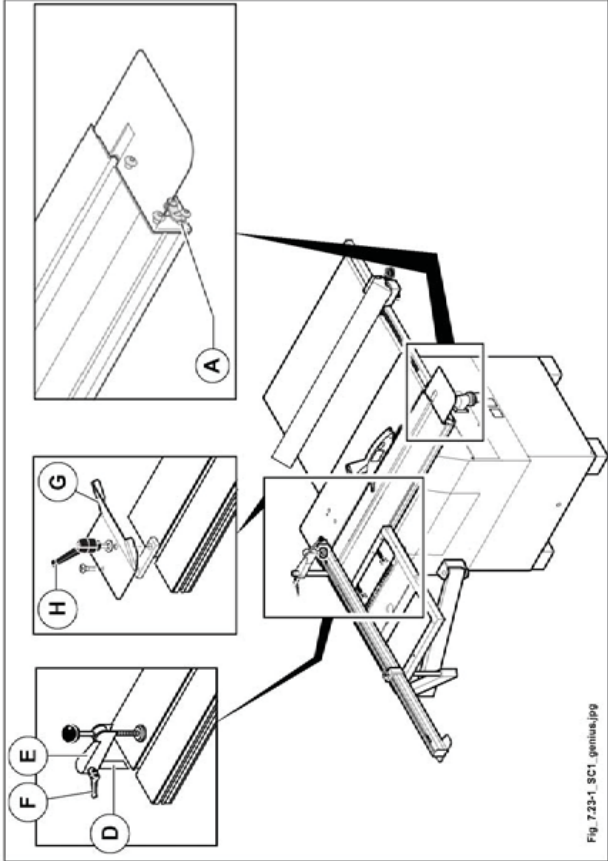

Abb. 7.23-1
Hebel (A Abb. 7.23-1) dient zum Blockieren / Lösen des Schiebetisches:
- der Hebel (A Abb. 7.23-1) dient zum Blockieren des Waggons in der Ruheposition (Waggon geschlossen).
- stielstele des Bolzens (D Abb. 7.23-1) in die Nute des Schiebetisches einsetzen, Arm (E Abb. 7.23-1) an den Bolzen einbauen, Griff (F Abb. 7.23-1) festklemmen.
- Besäum-Klemmschuh (G Abb. 7.23-1) anbringen durch Einsetzen der Stelleiste in die Nute des Schiebetisches, Griff (H Abb. 7.23-1) festklemmen.
Die Übereinstimmung der Vorrichtung (G Abb. 7.23-1) ermöglicht Präzisions-Anschläge auch mit Stücken, die keine einheitliche Anschlagoberfläche haben, auszuführen.